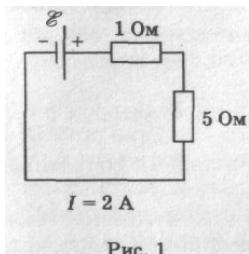

Рис. 1
нагруженного на резистор сопротивлением 5 Ом (рис. 1).
1. Определите направление и величину силы тока в резисторе (рис. 1), пренебрегая внутренним сопротивлением источников тока.